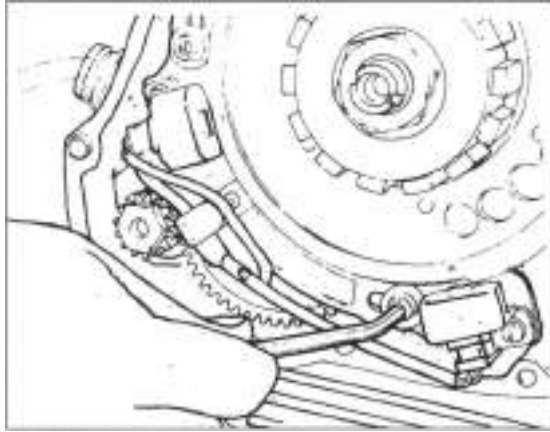

Bild 74
- Befestigungsschrauben ausdrehen (Bild 74) und Pick-up-Platte abnehmen.